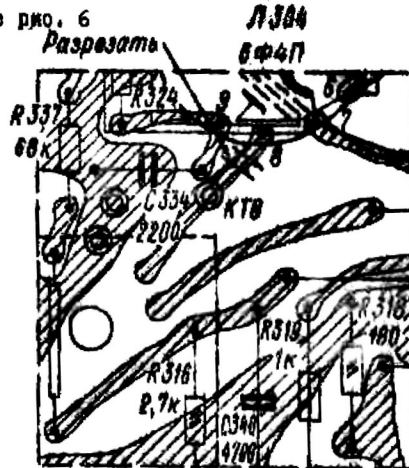

Рис. 6. Печатная плата блока 3 к телеприемнику типа УЛТ-6I-P-4
Видеосигнал с фйльтра видеодетектора платы радиоканала теле-приемника (контакты З-КТІІ, рис.І, или КТВ, рис.6, в зависимости от типа телеприемника) подается на вход канала записи согласующего устройства (контакт І5, транзисторы ТІ, ТЗ, рис.І0),
I. Разрезать печатный проводник блока 3 (ширина разреза не менее 1 мм), соединяющий контакт КТ8 с выводом 8 лампы Л304, в соответствии с рис. 6